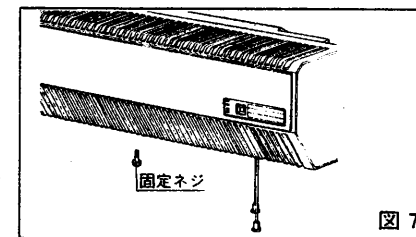

図7
(6) グリルを本体に取付け、グリル下側に付いているグリル固定ネジにてグリルをしっかり固定してください。(図7)